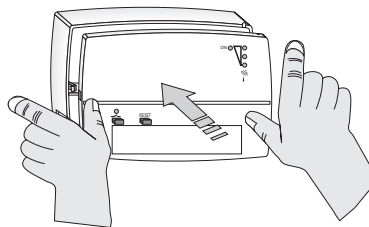
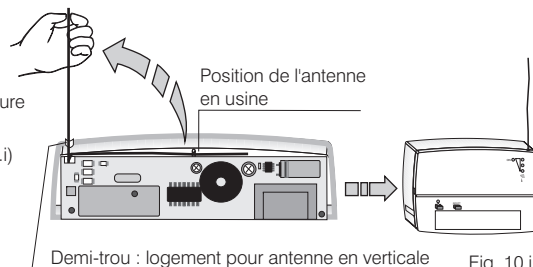

Fig. 9.i
Fig. 10.i
- Pousser avec les deux mains la partie avant sur la base, comme illustré dans la figure 9.i, jusqu'au déclic de verrouillage des crochets appropriés de la base.
- Faire passer le fil dans le petit trou prévu approprié (fig. 10.i)
- Refermer attentivement le récepteur (fig. 9.i - fig.10.i).